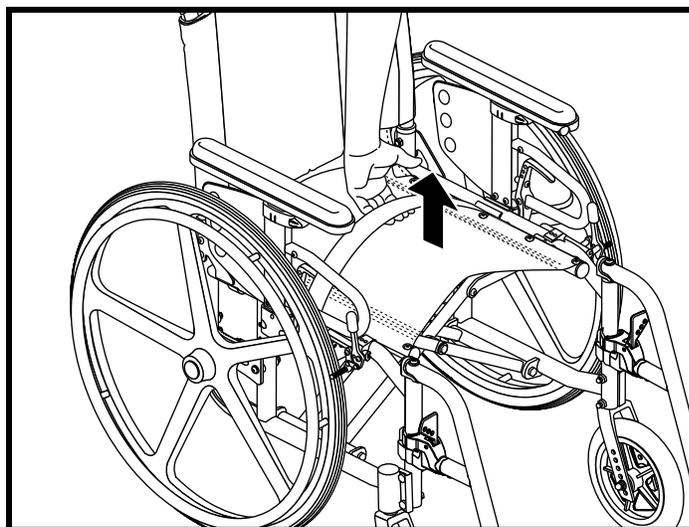

Figure 9. Repliage du Litestream XF RQ
4. Tirez sur la toile du siège afin de ramener les roues ensemble. Voir la figure 9.